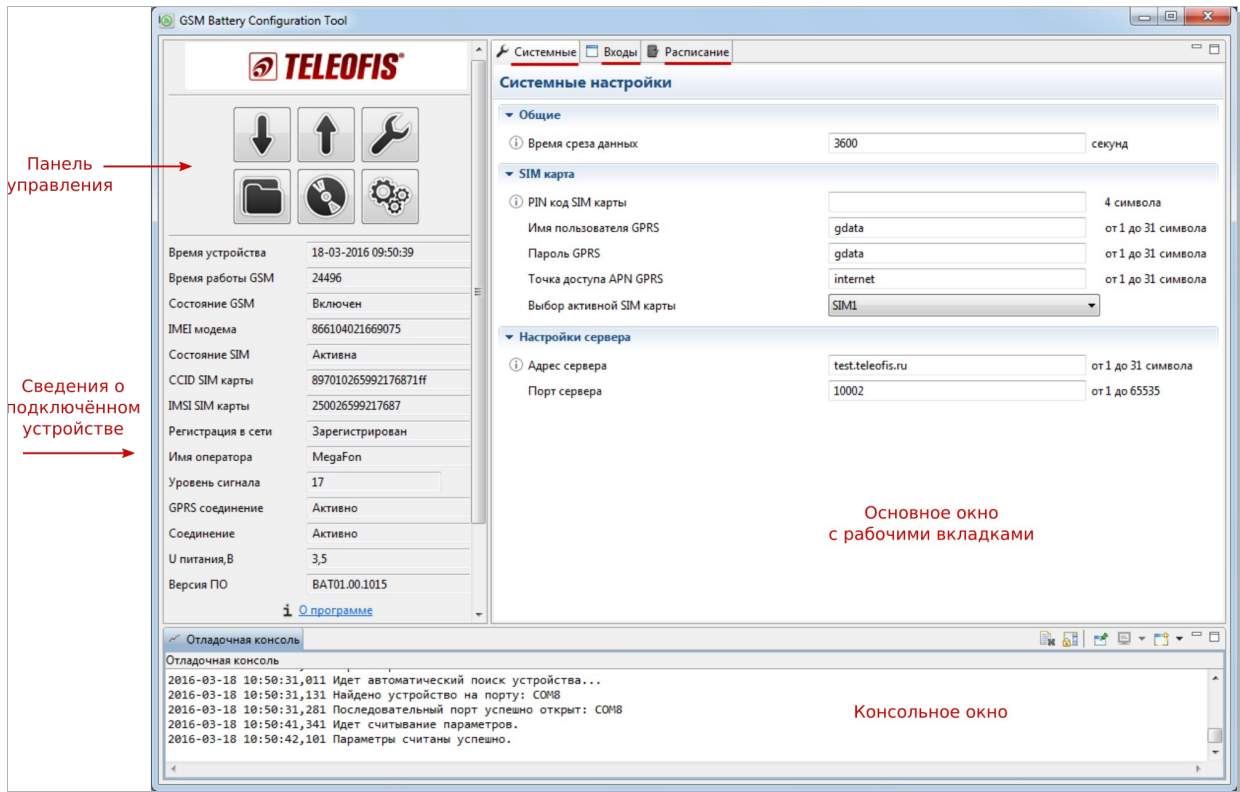

Рис.17. RTU Configuration Tool. Стартовый вид.
4. Запустите на компьютере программу **RTU Configuration Tool**. Скачать программу для версий ОС Windows 32-bit/64-bit можно на сайте www.teleofis.ru. Интерфейс программы состоит из следующих блоков (Рис.17):